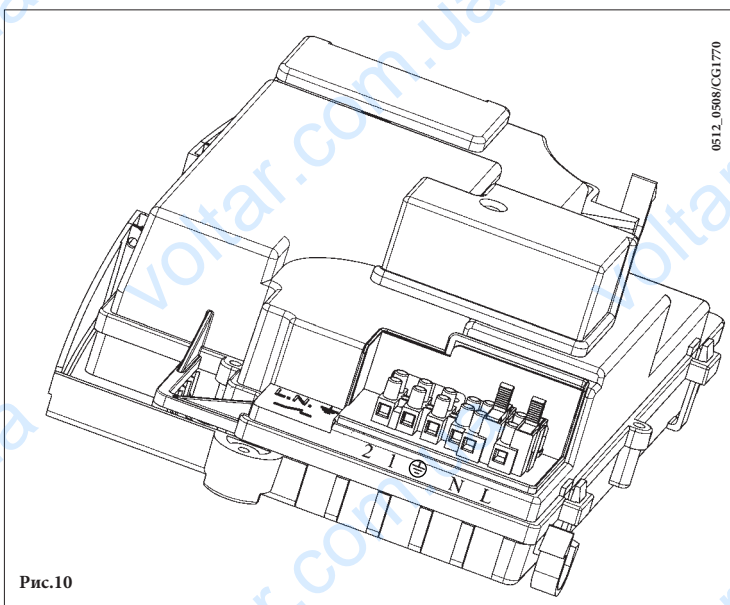

Рис.10
- для доступа к контактам снимите крышку (рис.10).
- откройте доступ к клеммам подключения электропитания (рис.10);
- подключите двухпроводной кабель, идущий от термостата, к клеммам (1) и (2);
Если не используется комнатный термостат, необходимо поставить перемычку на контакты 1-2 клеммной колодки М1 (рис. 10).